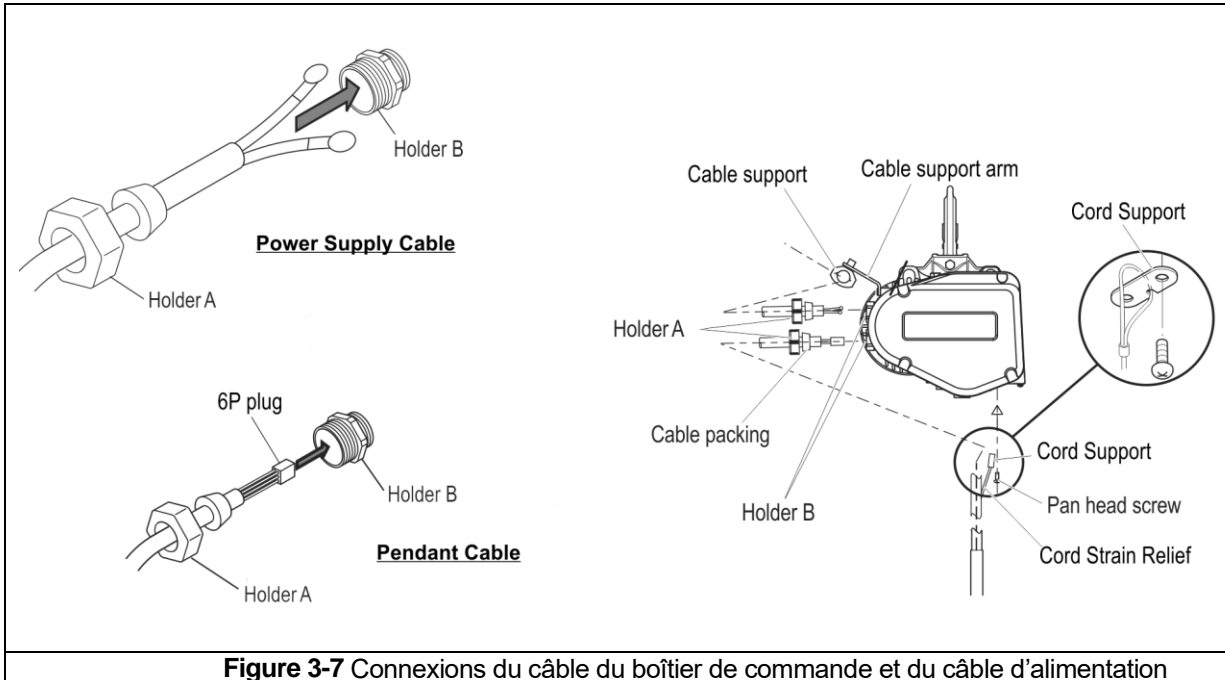

Figure 3-7 Connexions du câble du boîtier de commande et du câble d'alimentation
- Reportez-vous à la **figure 3-7**.
- Insérez le câble du boîtier de commande (comme illustré à la **figure 3-7** avec le support A et la gaine du câble) dans le support B qui est installé dans le corps du palan.
- Reportez-vous aux **figures 3-7 et 3-8**.
- Insérez le câble d'alimentation (comme illustré à la **figure 3-7** avec le support A et la gaine du câble) dans le support B, qui est installé dans le corps du palan.
- Pour un chariot manuel, le fil guide doit être positionné légèrement à l'extérieur du support de câble du palan, comme illustré à la **figure 3-7**.